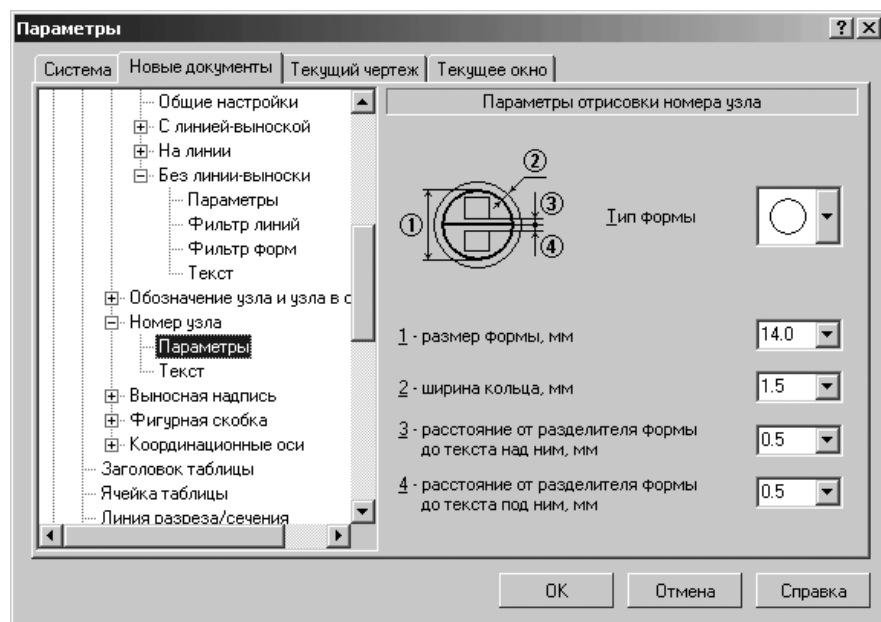

Рис. 10.59. Диалоговое окно **Параметры** с открытой вкладкой **Новые документы** и панелью **Параметры отрисовки номера узла**
- щелкните в списке настраиваемых элементов **Номер узла** по пункту **Параметры**. В правой части появится панель **Параметры отрисовки номера узла**, показанная на рис. 10.59;